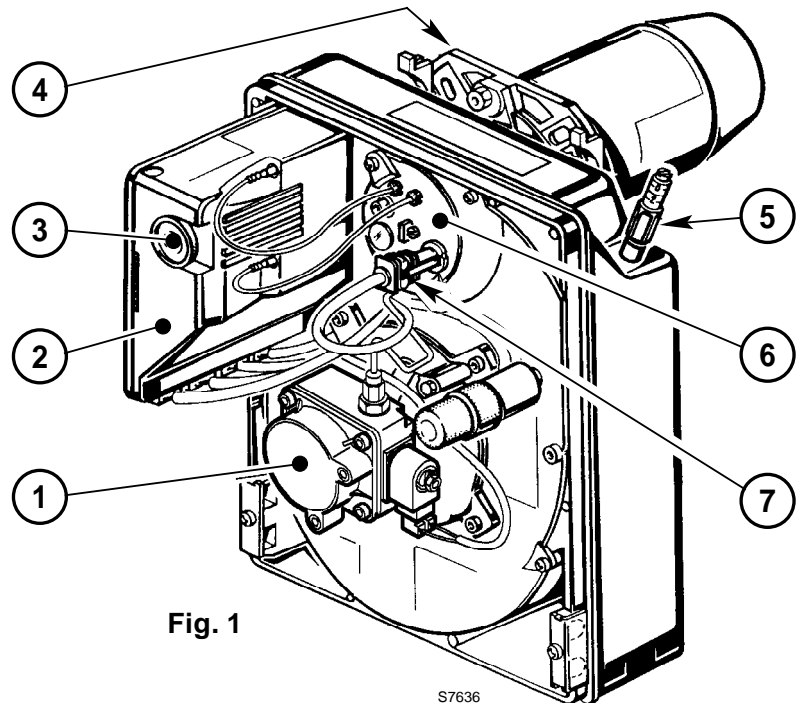

Fig. 1
- C** Signalée par l'allumage du signal sur le bouton de réarmement manuel de la boîte de commande et de contrôle (3, fig. 1, page 1).
- Effectuer le nettoyage de la cellule photorésistance, (7, fig. 1, page 1).
Un défaut, dans la grande majorité des cas, se traduit par l'allumage du signal sur le bouton de réarmement manuel de la boîte de commande et de contrôle (3, fig. 1, page 1).